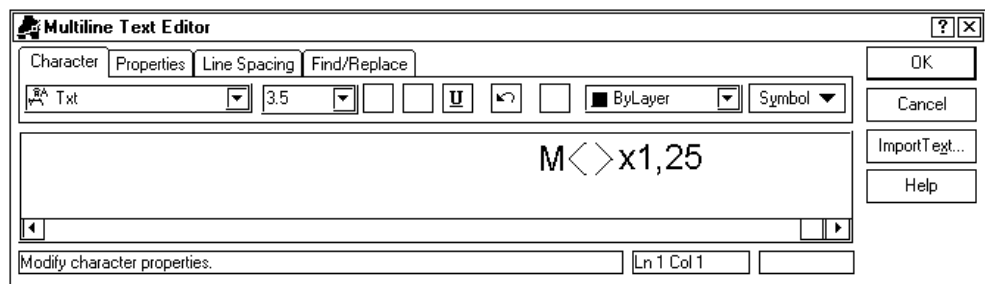

Рис. 14.5. Окно встроенного текстового редактора AutoCAD
2. Редактирование с помощью текстового редактора AutoCAD — активизируется клавишей <М>. В этом случае открывается диалоговое окно текстового редактора (**Mtext**) (рис. 14.5).
Обычными способами редактирования текста слева и справа от этого условного обозначения можно внести необходимые добавления (см. рис. 14.5). Для полной замены размерной надписи следует удалить угловые скобки и напи-